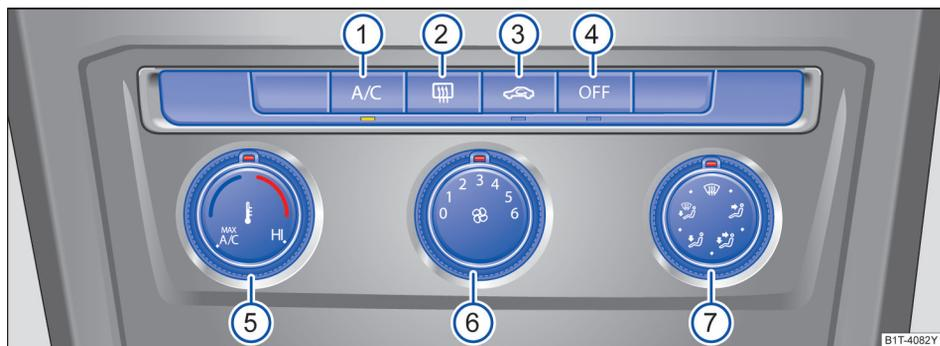

图 123 中控台上：电子手动空调的操作元件
– 按压按钮  → 图 123 , 即可打开或关闭空气内循环模式。如果此按钮中的指示灯亮起, 说明其处于打开状态。